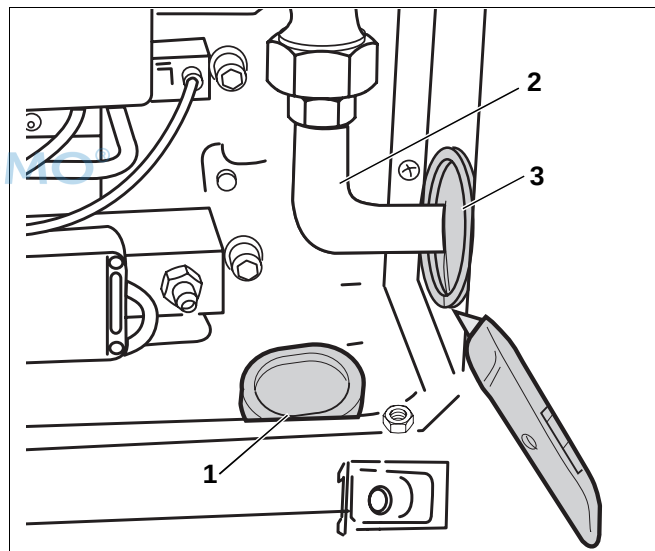

Abb. 13 Gasanschluss waagrecht
- Runde Dichtung (Abb. 13, **Pos. 3**) mit einem Messer einschneiden und zwischen waagrechtem Gasanschlussrohr (Abb. 13, **Pos. 2**) und Seitenwand einsetzen.
- Mit der ovalen Dichtung (Abb. 13, **Pos. 1**) die Öffnung für den senkrechten Gasanschluss verschließen.